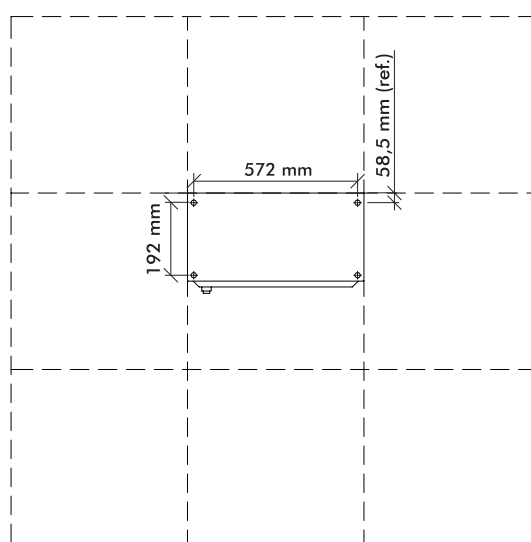

Figura 6
A figura 6 mostra a distância entre os furos necessários para a fixação do FTH610 no piso falso, piso de concreto e esteiramento.
1. Utilizando as medidas fornecidas na figura 6 faça as marcações necessárias no piso elevado e realize as furações, com 12 mm de diâmetro.
2. Utilize as medidas fornecidas na figura 6 para centralização dos suportes e faça as marcações necessárias no piso de concreto. Realize as furações com 9,5 mm (3/8") de diâmetro e 55 mm de profundidade.
2. Utilizando as medidas fornecidas na figura 6 faça as marcações necessárias no piso. Realize as furações no piso com 9,5 mm (3/8") de diâmetro e 55 mm de profundidade.